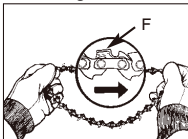

Fig. 3D
7. Extienda la cadena con los bordes cortantes (F) de la cadena orientados en el SENTIDO DE ROTACIÓN (Fig. 3D).